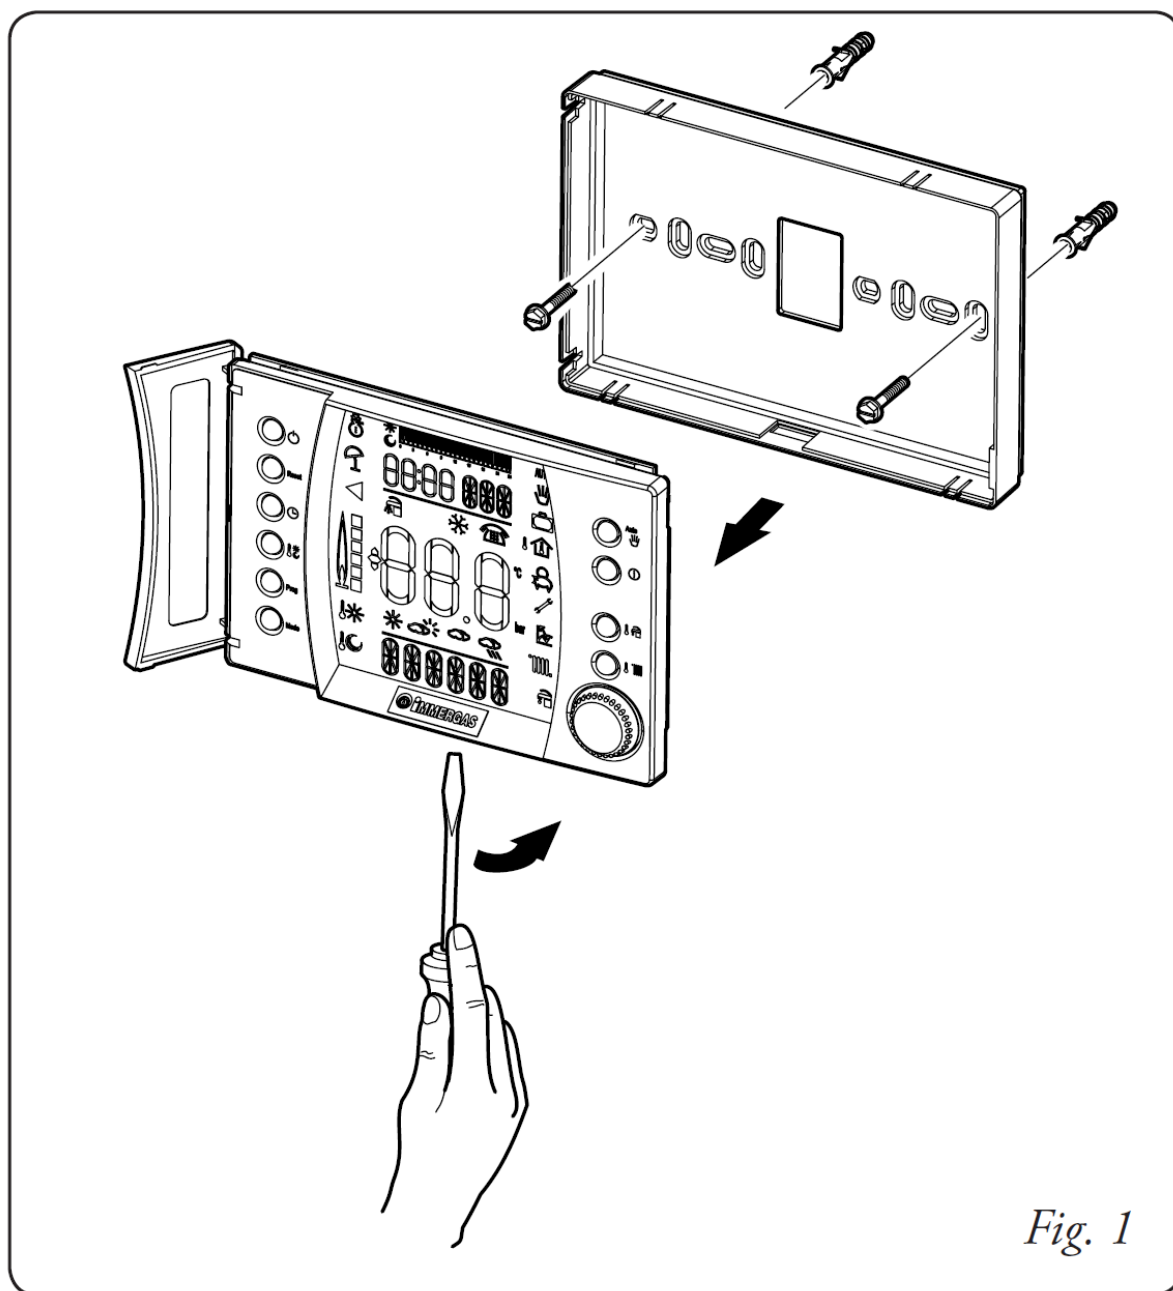
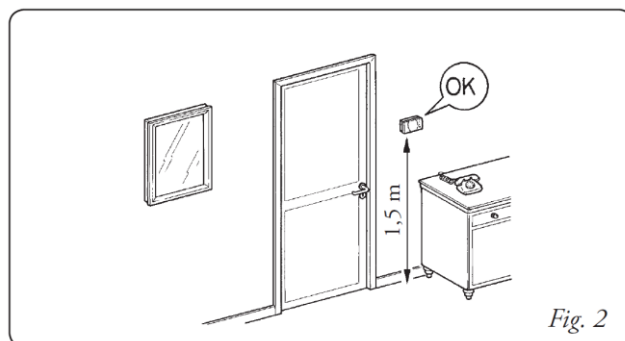

Fig. 1
Fig. 2
1) Отделите шаблон фиксации от пульта и закрепите его на стене (смотри рис. 1). Место установки прибора необходимо подбирать таким образом, чтобы он показывал корректную температуру и не подвергался прямому воздействию нагревательных приборов (смотри рис. 2 и 3)
2) Для фиксации шаблона используйте отверстия в его пластине и дюбеля с шурупами из комплекта поставки прибора (смотри рис. 1).
4) Закрепите корпус Super CAR на крепежном шаблоне как это показано на рис. 1.